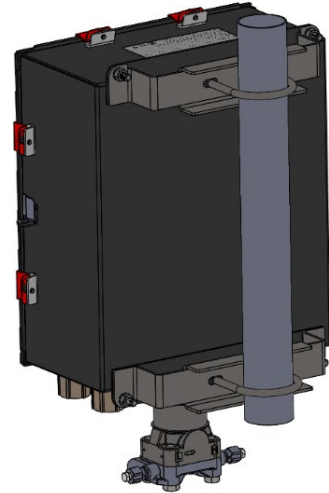

Figure 7. FB2100 (boîtier en aluminium) monté sur tuyau
2. Le FB2100 se monte sur un tuyau ou un poteau de deux pouces. Reportez-vous à la Figure 7.